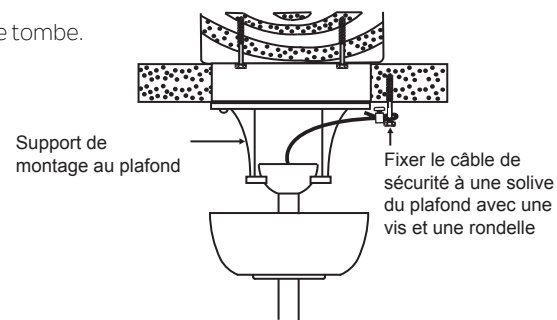

Fig. 11
**Étape 1.** Fixez la vis à bois et les rondelles fournies à la solive du plafond à côté du support de montage sans serrer (Fig. 11)